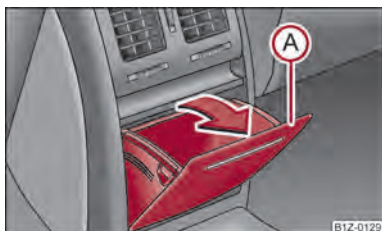

Fig. 86 Consola centrală spate: Compartimentul de depozitare
- Deschideți compartimentul trăgând de marginea de sus a compartimentului (A) în sensul săgeții ⇒ fig. 86.